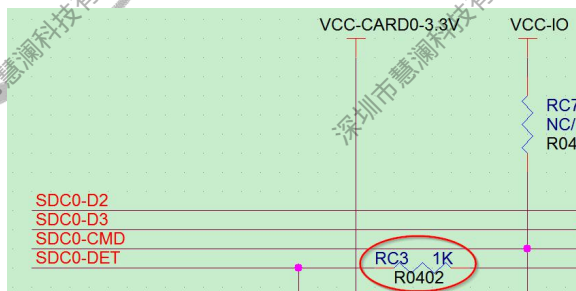

图 2-26 SDC0-DET 串接电阻
- 建议保留 DET 信号线上的串联电阻，避免在插入 SD CARD 时产生信号下冲，影响信号质量，同时能够提高 IO 信号的 ESD 性能。如图 2-26 所示。